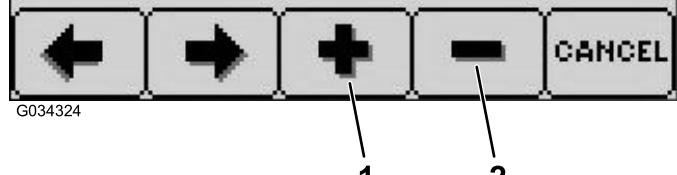

Рисунок 22
7. Нажмите кнопку 3, чтобы увеличить нужное расстояние, или кнопку 4, чтобы уменьшить его (Рисунок 22).